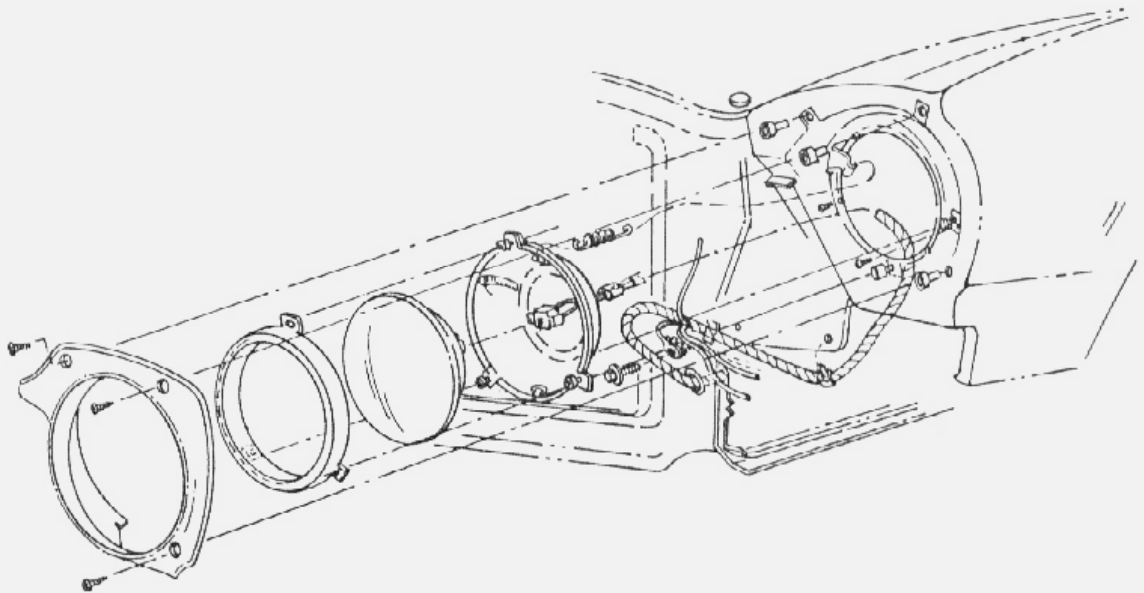

fig. 3 — Instalação do farol
2. Soltar, mas não remover os três parafusos que prendem o aro de retenção da célula ótica no aro de regulação (fig. 3). Girar o aro retentor para soltá-lo dos parafusos.